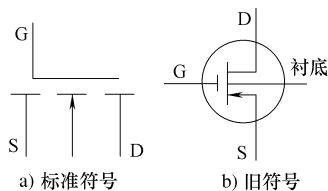

图 5-82 增强型 N 沟道绝缘栅场效应晶体管电路符号
5. 增强型 N 沟道绝缘栅场效应晶体管电路符号 (见图 5-82)